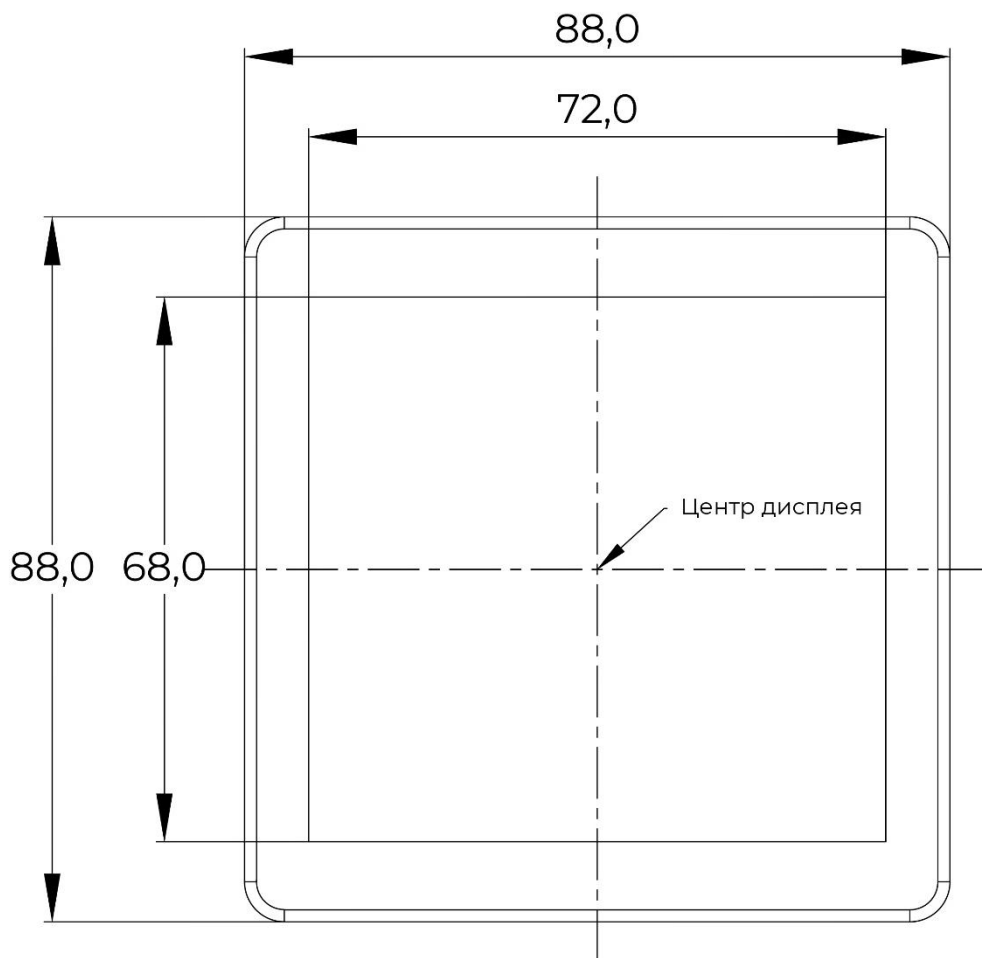

Рис. 29: Дисплейный модуль. Эскиз. Вид спереди.
- Рис. 29: Дисплейный модуль. Эскиз. Вид спереди.